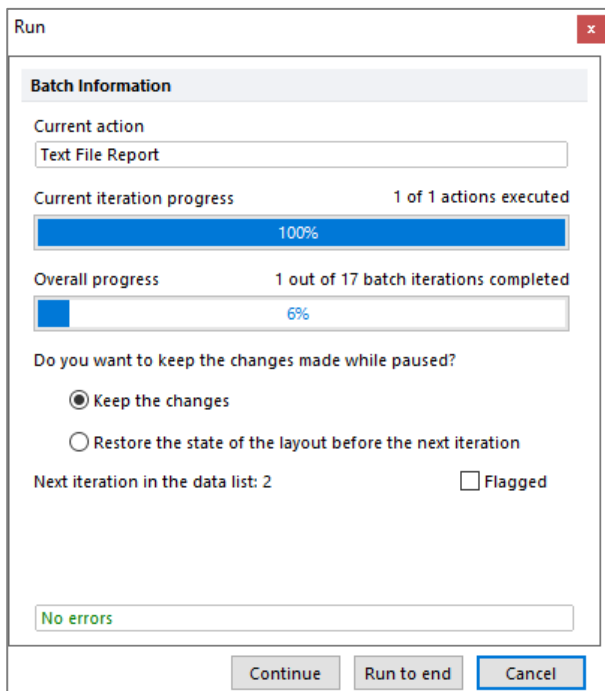

Abbildung 25. Iteration der Messungen zur Konvertierung der .fcs-Dateien zu .csv-Dateien
18. Überprüfen Sie nun die Gates der zweiten Messung und klicken Sie in dem geöffneten Fenster (siehe Abbildung 25) auf *Continue*, um zur nächsten Messung zu gelangen. Wenn *Keep the changes* ausgewählt ist, übertragen sich die Anpassungen auf alle Messungen. Wenn eine Anpassung nicht auf alle Messungen übertragen werden soll, wählen Sie *Restore the state of the layout before the next iteration* aus. Mit *Run*